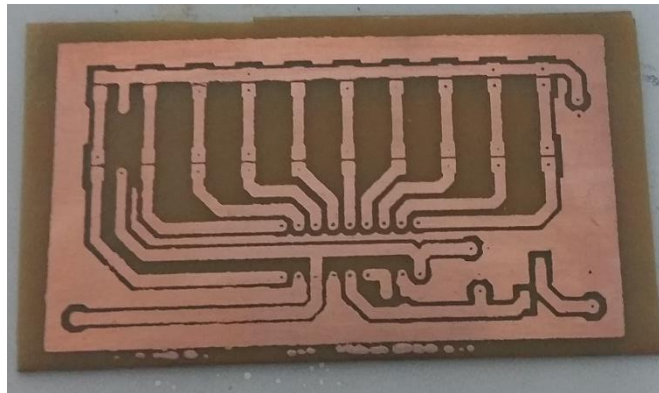

Figura 35. Circuito impreso terminado.
- Para retirar la tinta UV verde, coja una esponja de brillo y realice movimientos circulares suavemente para no retirar el cobre. Ver Figura 35.